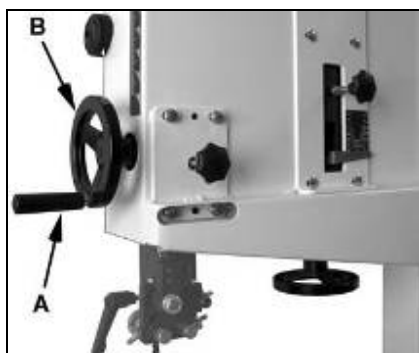

Fig 1
Monter la poignée (A, Fig 1) sur le volant (B).